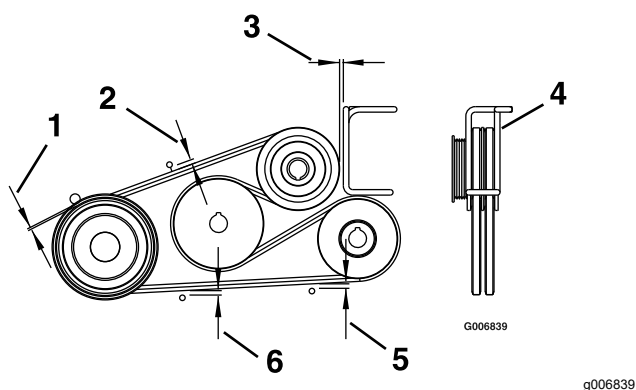

Figura 63
4. Reglai dispozitivele de ghidare a curelei conform Figura 63